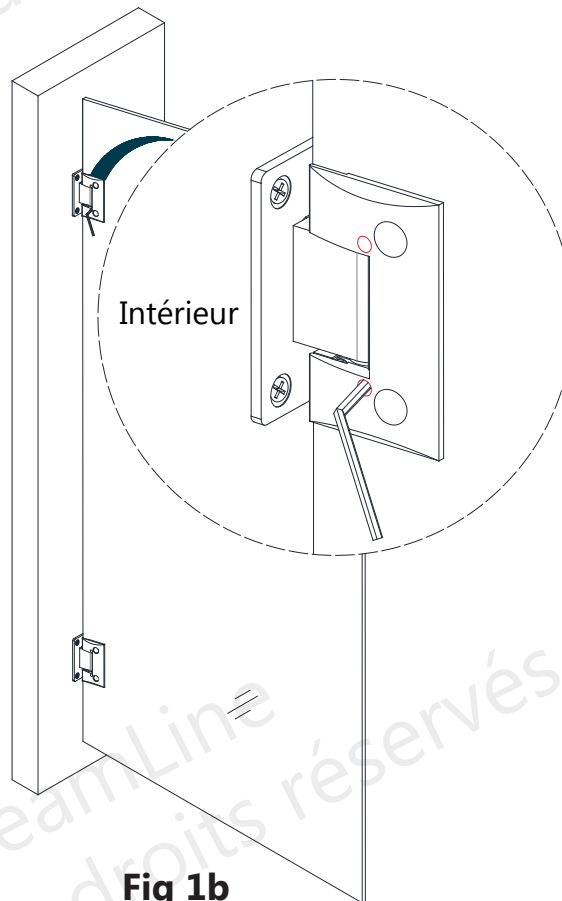

Fig 1b
3) Utilisez la clé Allen fournie pour desserrer les vis de réglage des têtes intérieures (**Fig 1b**), réglez la porte à l'angle de fermeture souhaité (90° par exemple), puis resserrez les vis de réglage (**Fig 1b**). Assurez-vous de créer un joint imperméable contre la gâche de vinyle lorsque la porte est en position fermée.